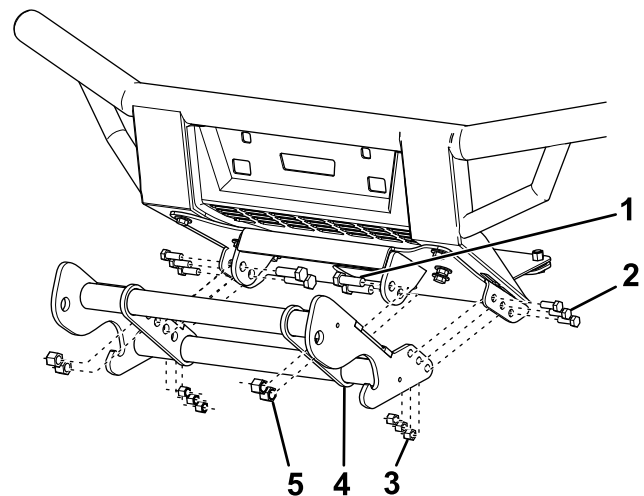

Bild 4
12. Befestigen Sie die seitlichen Halterungen des Schubrahmens mit sechs Schrauben (3/8") und Sicherungsmuttern lose am Unterfahrerschutz (Bild 4).
13. Befestigen Sie die Innenseite des Schubrahmens mit vier Schrauben (1/2") und Sicherungsmuttern lose am Unterfahrerschutz (Bild 4).